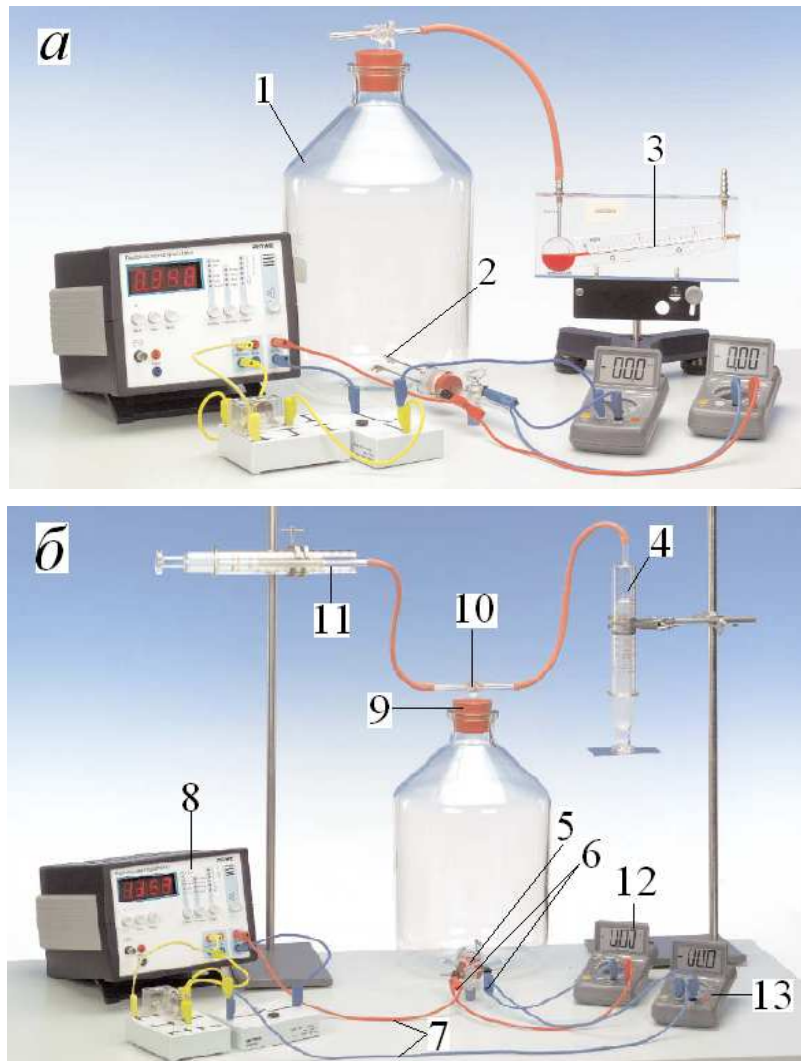

Рис. 1. *а* – установка для измерения C_v ; *б* – установка для измерения C_p .
Экспериментальная установка показана на рис.1.а для измерения C_v и на рис.1.б для измерения C_p . Тепло сообщается газу, находящемуся в стеклянном сосуде (1), электрическим нагревателем (2), включаемым на короткое время. Увеличение температуры газа при изохорических условиях приводит к росту давления, которое измеряется манометром (3). При изобарических условиях увеличение температуры приводит к увеличению объёма газа, которое определяется с помощью газового шприца (4) с поршнем. Молярная теплоёмкость C_v и C_p вычисляется по изменению давления и объёма, соответственно. Отверстие в нижней части сосуда на рис 1.а и 1.б закрыто резиновой пробкой (5), через которую проходят электроды нагревателя (6) и одноходовой кран. Провода (7) соединяют нагреватель с источником питания на выходе измерительного прибора (8), который определяет время нагрева газа (четыре значащие цифры). В горловину сосуда вставлена резиновая пробка (9) с трёхходовым краном (10). Дополнительный газовый шприц (11) используется при повторных измерениях C_p . Для измерения давления окружающей среды к установке прилагается стандартный цифровой барометр (не показан на рисунке). Напряжение и ток через нагреватель определяются цифровым вольтметром (12) и цифровым амперметром (13).
При определении C_p по формуле (15) используется давление p немного отличающегося от атмосферного давления p_a с учётом поправки на используемую методику измерений $p_n = 14,8$ гПа: $p = p_a - p_n$ (см.(16)). Здесь $p_n = 14,8$ гПа – это давление поршня в газовом шприце (4) на рис. 1.б. Поправка давления из-за поршня вычисляется как: $p_n = m_n g / S_n$. Здесь масса поршня $m_n = 0,1139$ кг, $g = 9,81$ м/с², площадь поршня $S_n = 7,55 \cdot 10^{-4}$ м².
При определении C_V по формуле (24) используется постоянная методики a , которая вычисляется следующим способом. Индикаторная трубка в манометре (3) на рис. 1.а имеет радиус $r = 2$ мм. Её длина изменяется на 1 см при изменении давления на величину $p = 0,147$ гПа. Поэтому соответствующее изменение объёма можно записать как $\Delta V = a \cdot \Delta p$, где $a = \pi \cdot r^2 \cdot (1/0,147)$ см³/гПа = 0,855 см³/гПа.
4.1.1. Подсоедините манометр (3) к трёхходовому крану (10) с помощью резиновой трубки (рис. 1.а). Манометр должен быть расположен горизонтально.
4.2.1. Замените манометр (3) двумя газовыми шприцами (4, 11), которые подсоединяются к сосуду через трёхходовой кран (10), как показано на рис. 1.б.